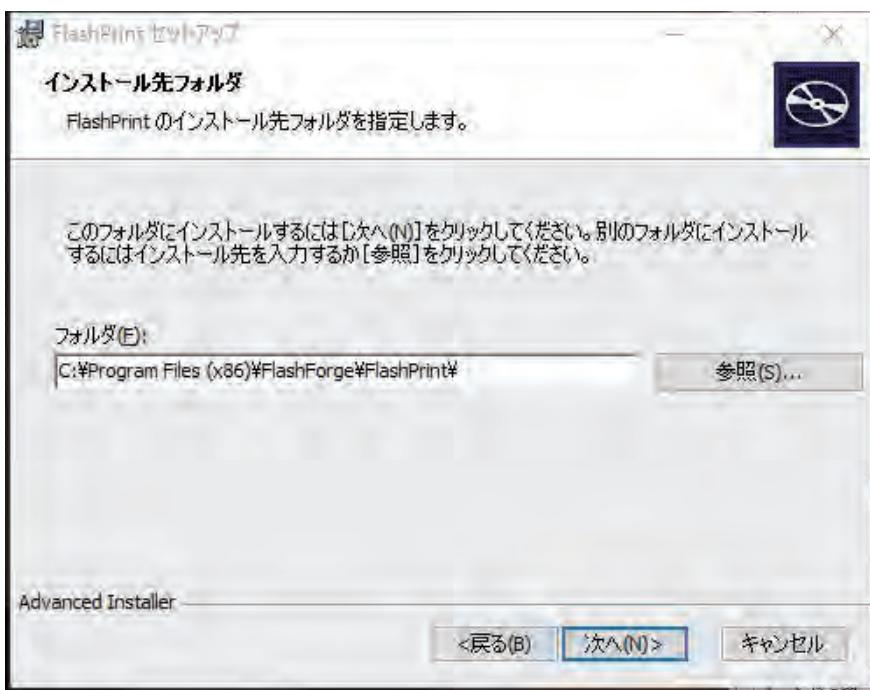

図 5-4
⑤(図 5-4) インストールルートを選択、それから、[次へ] をクリックします。